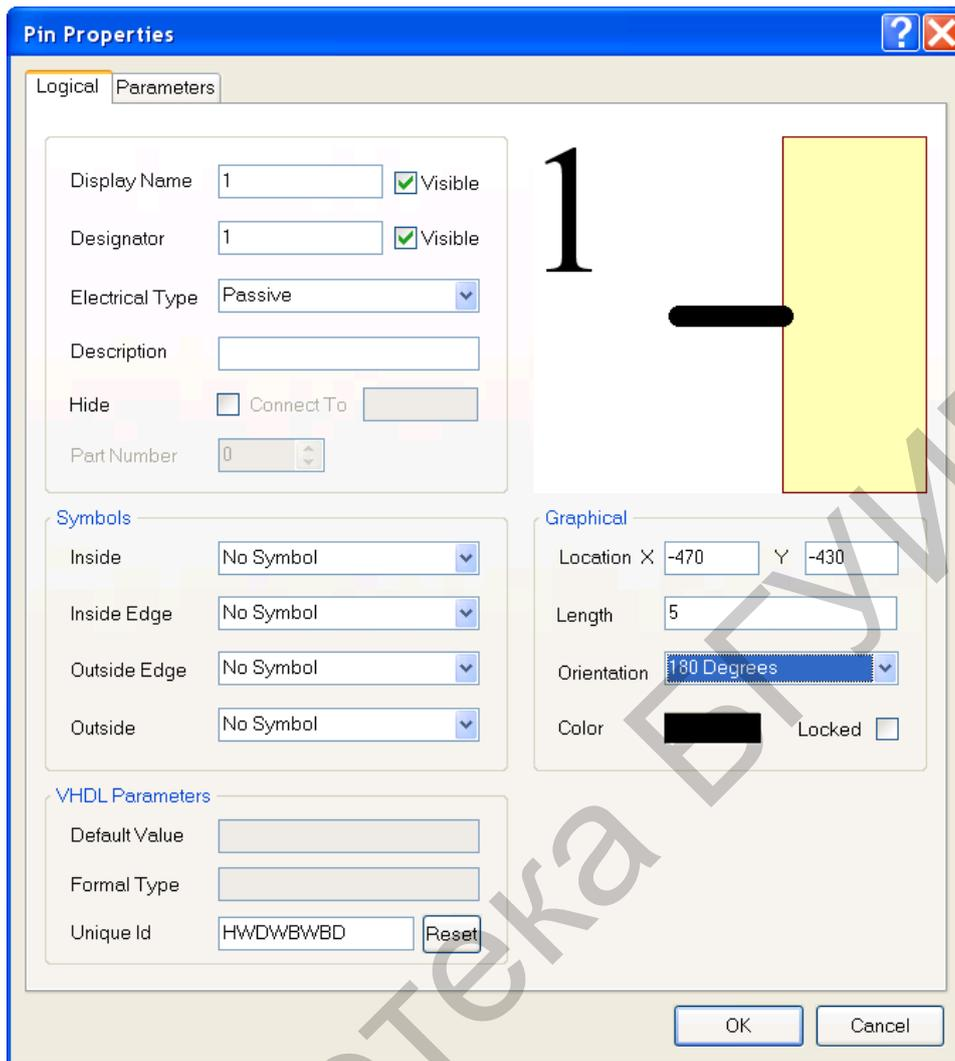

Рис. 14. Диалоговое окно настройки свойств
2. Перед размещением вывода активизировать клавишей Tab диалог редактирования его свойств. Открывается диалоговое окно настройки свойств вывода Pin Properties (рис. 14).